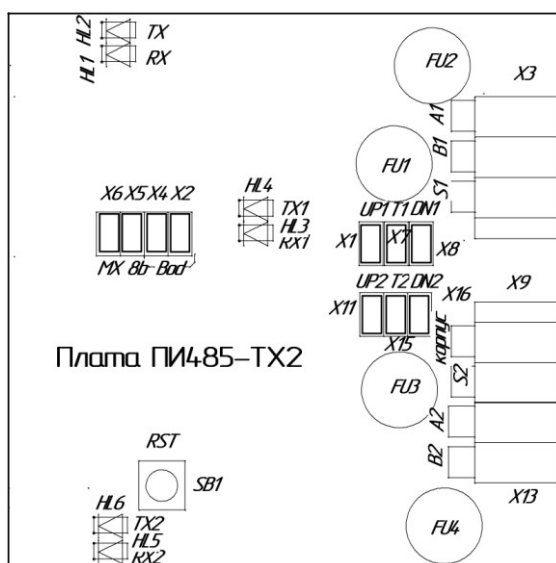

Рисунок 3.7
3.8 На плате интерфейса ПИ-485ТХ2 (А3) установлены разъемы Х3, Х9, Х13 для подключения интерфейса RS485 для связи с адресными приборами системы (см. рисунок 3.7).